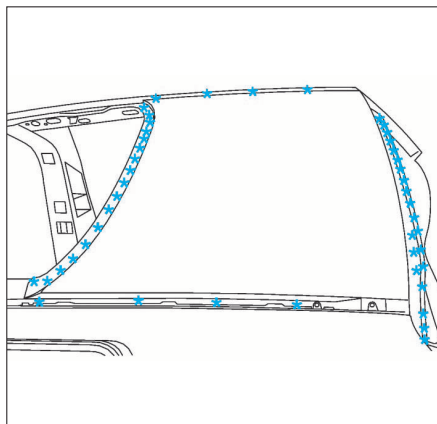

FIG. 168
- Découper par fraisage des points (Fig.168).